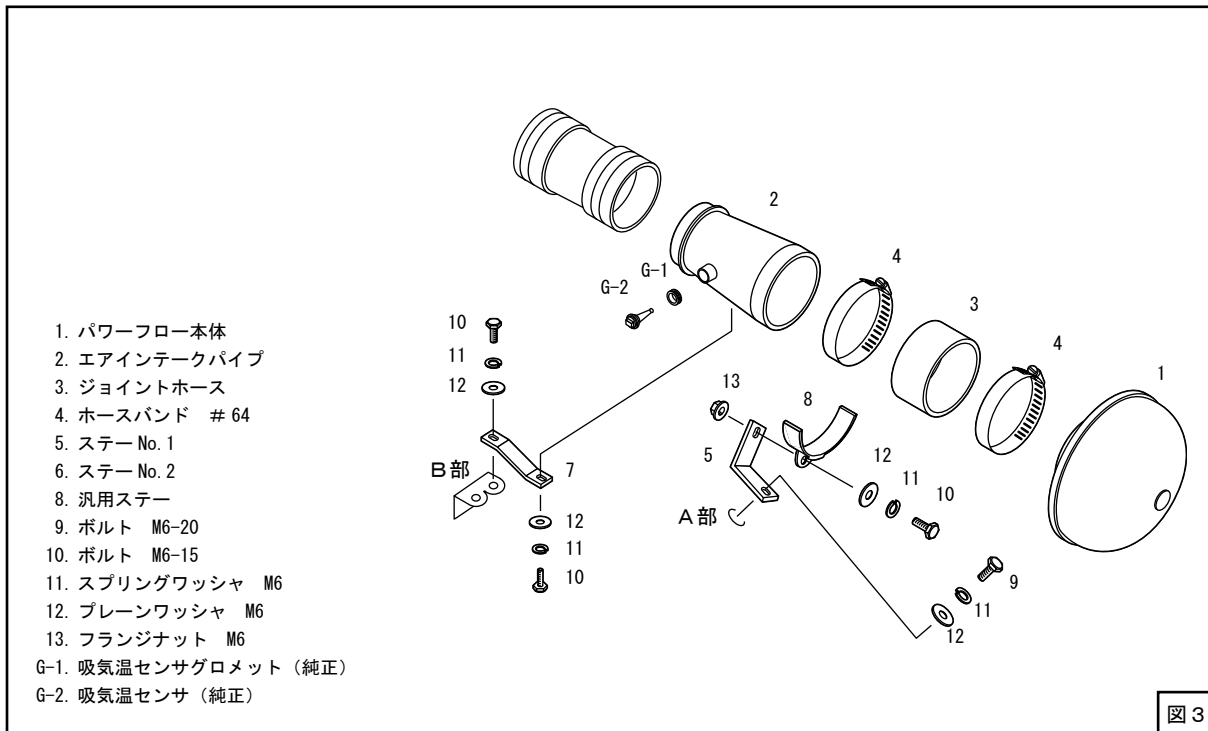

図3
- (1) エアインタークパイプに吸気温センサグロメット（純正）を取付けてください。（図3）
- (2) 図2のA部にステーNo.1を、B部にステーNo.2をそれぞれ仮付けしてください。（図2、図3）
(3) キットパーツを仮付けしてください。(図3、図4)
- (5) 吸気温センサを取付けてください。(図3)